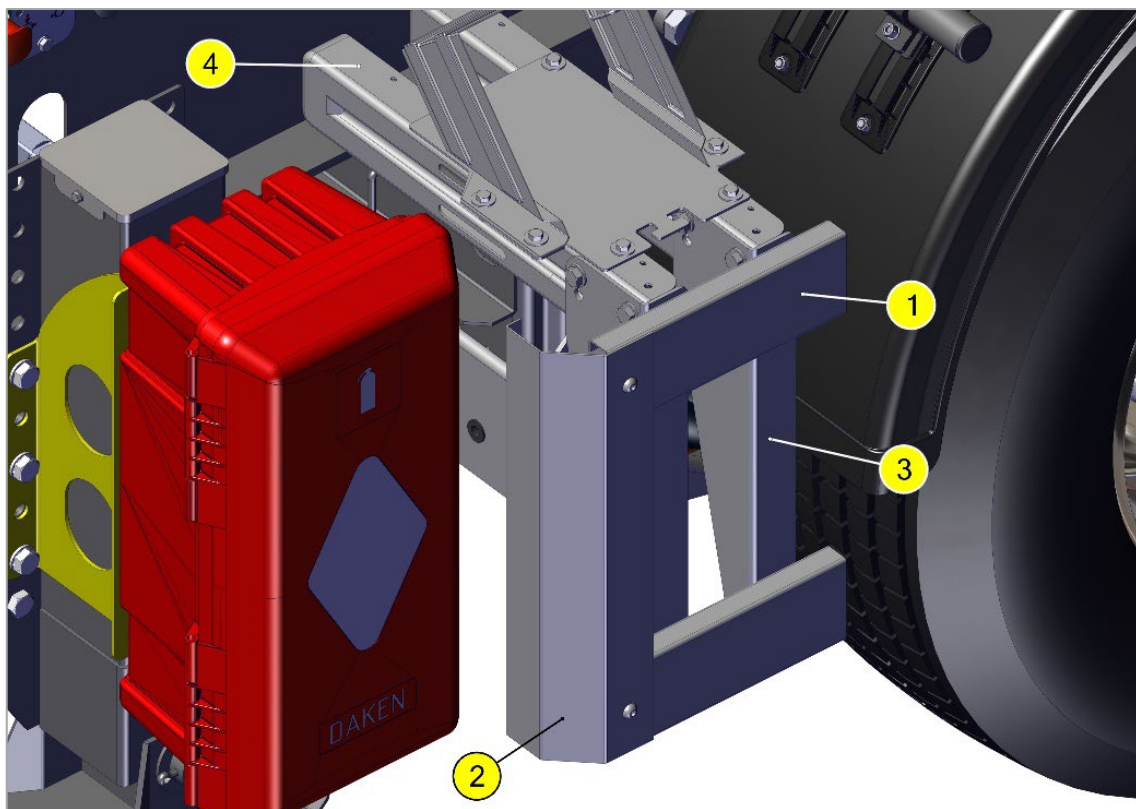

Рис. 73. Боковая защита
Боковая защита (рис. 73) состоит из продольных планок (1) и передних вертикальных законцовок (2), которые на болтах крепятся к вертикальным консолям (3).